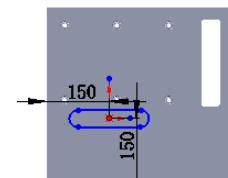

图 17.10.74 编辑草图
(4) 编辑草图，如图 17.10.74 所示。退出草图环境，完成成形特征 7 的创建。